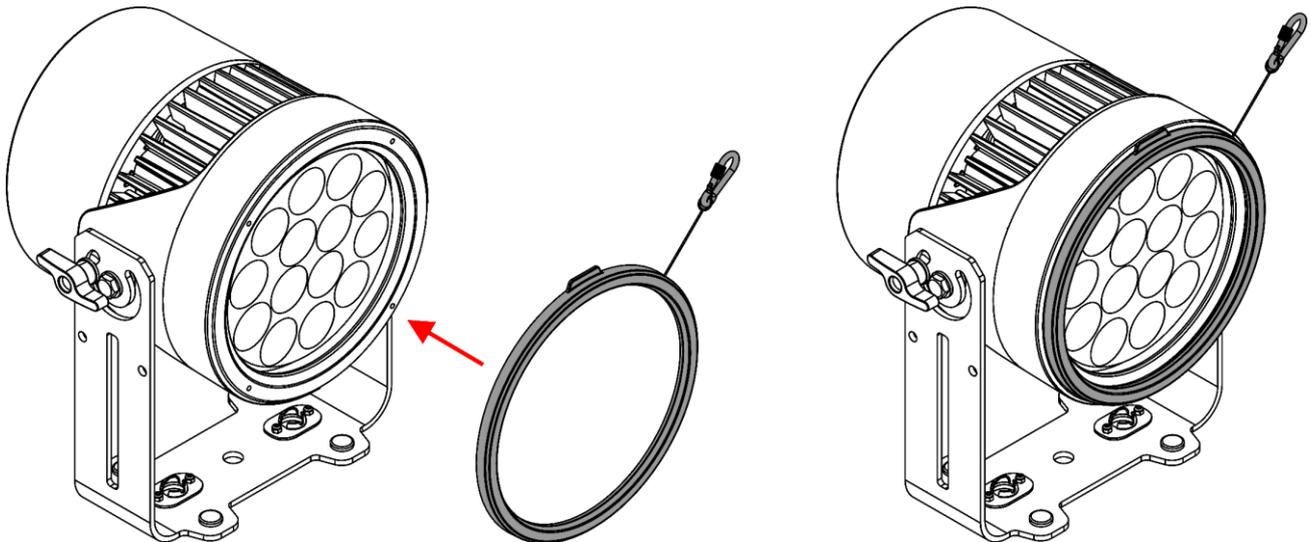

Abb. 15
- 02) Setzen Sie den Diffusor vorne auf den Scheinwerfer oder in die Zubehörhalterung (falls vorhanden), wie in Abb. 15 gezeigt. Im Diffusor befinden sich Magnete, die ihn halten.